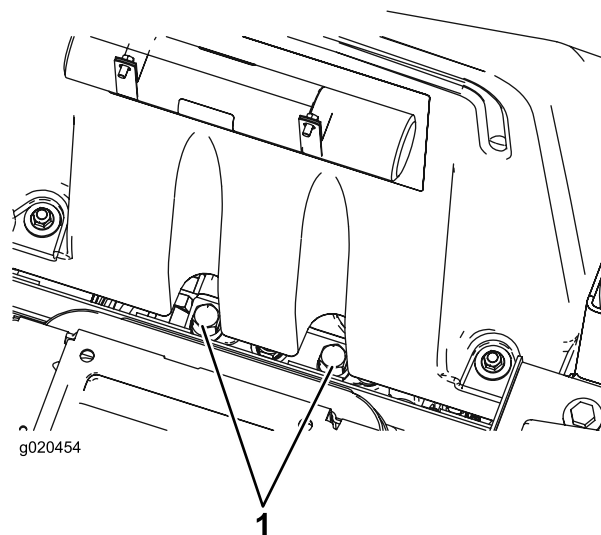

Figura 60
1. As válvulas de derivação encontram-se sob a dianteira do depósito de combustível (Figura 60).